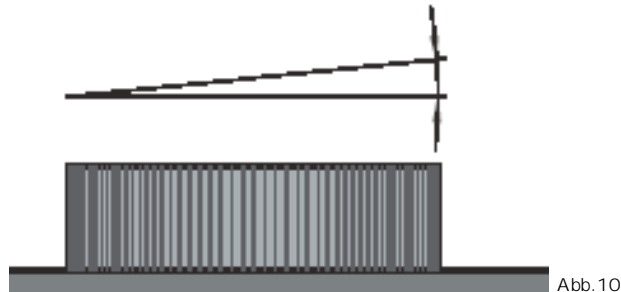

Abb.10
- **ACHTUNG:** Das Pool muss exakt horizontal sein, mit einer maximalen Abweichung von 25 mm über den Pooldurchmesser. (Abb. 10) Ein Pool, das nicht exakt horizontal eingerichtet ist, ist gefährlich und kann einstürzen.